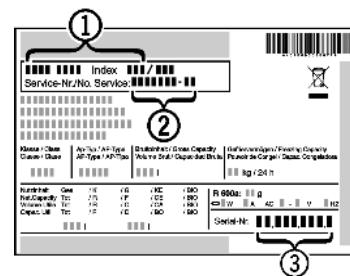

Fig. 57
- Считать обозначение устройства Fig. 57 (1), сервисный номер Fig. 57 (2) и серийный номер Fig. 57 (3) с заводской таблички. Заводская табличка находится внутри устройства слева.